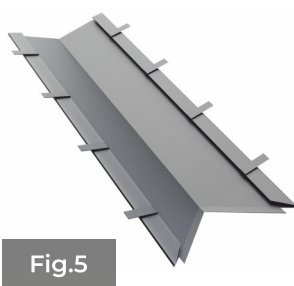

Fig.5
2. Fixarea doliei de șipcă se face utilizând agrafe confecționate din tablă - fig. 5, 6, 7, 8.